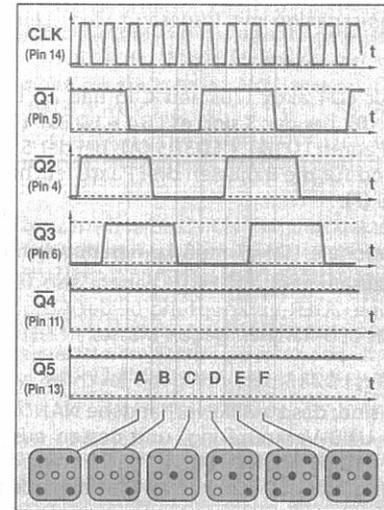

Bild 2
Was wir brauchen ist ein Teiler durch 6, d. h. eine Mimik, die (wie ein richtiger Würfel) sechs verschiedene Zustände erzeugt. Das braucht kein Zähler zu sein, der kindergartenmäßig immer von 1...6 durchzählt; es genügt, wenn sechs unterschiedliche Ausgangsstellungen entstehen, die wir dann zur Ansteuerung der Anzeige weiterverwenden können. Stellen wir also zunächst einmal den Sechser-Teiler her, indem wir (in Gedanken) Q3 mit dem Daten-Eingang verbinden. Ein an Pin 14 zugeführtes Taktsignal führt dann zu einem Muster, wie es Bild 2 zeigt: An Q1... Q3 treten 6 verschiedene Zustände auf, die wir mit A...F bezeichnen wollen; Q4 und Q5 bleiben hierbei inaktiv.
Bei der 1 ist nur LD4 aktiv (Zustand C in Bild 2), bei der 2 das Pärchen LD1&7 (B), bei der 3 sind es LD4 + LD1&7 (D), die 4 entsteht aus zwei Paaren LD1&7 + LD3&5 (A), bei der 5 kommt noch LD4 dazu (E), und für die 6 müssen drei Paare leuchten: LD1&7 + LD3&5 + LD2&6 (F).